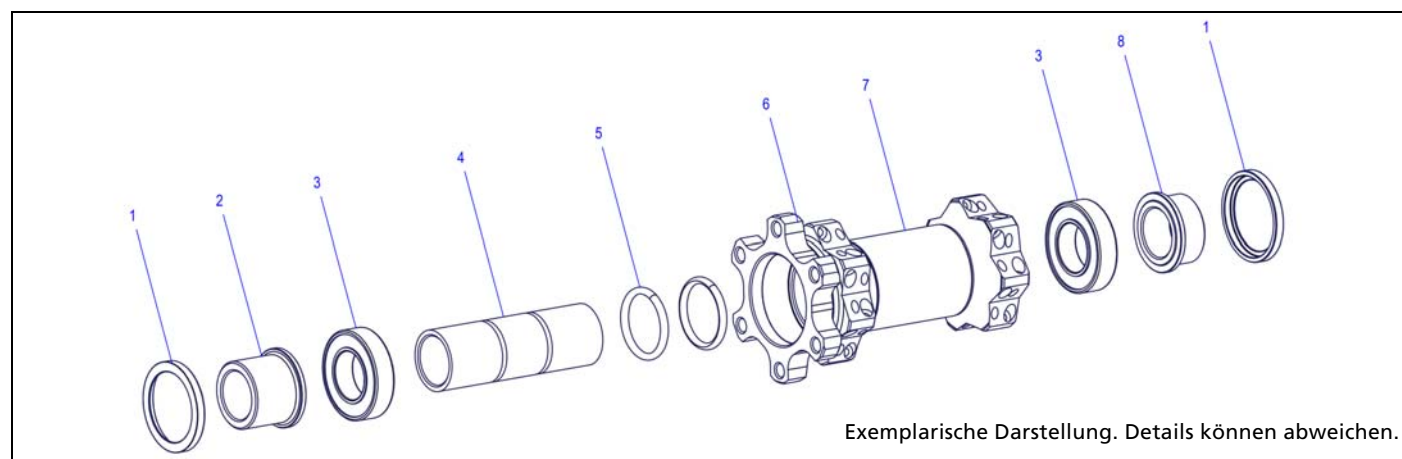

Abbildung 4.5: Vorderradnabe 350 Thru Axle
1. Montagestift in einen der Endanschläge (Abb.4.5/2 bzw. 8) einstecken.
3. Endanschlag (Abb.4.5/2 bzw. 8) und Abdeckung (Abb.4.5/1) abnehmen.
1. Achse (Abb.4.5/4) leicht beiseite drücken und Kugellager (Abb.4.5/3) gegenüber der Disc-Seite vorsichtig mit einem passenden Durchschlag ausschlagen.
4. Kugellager (Abb.4.5/3) auf der Disc-Seite ausschlagen.
1. Innenfläche des Nabengehäuses (Abb.4.5/6) und insbesondere die Lagersitze mit Universalfett fetten.
2. Neues Kugellager (Abb.4.5/3) mit der farbigen Seite nach aussen auf der Disc-Seite auf den Lagersitz legen.
8. Achse (Abb.4.5/4) mit O-Ringen (Abb.4.5/5) in die Nabe schieben.
**9.** Neues Kugellager (Abb.4.5/3) mit der farbigen Seite nach aussen auf den Lagersitz legen.
**13.** Kugellager (Abb.4.5/3) mit einem Kunststoffhammer einschlagen.
**14.** Beide Kugellager (Abb.4.5/3) fetten.
1. Linken Endanschlag (Abb.4.5/2) und Abdeckung (Abb.4.5/1) auf die Nabe aufstecken.
2. Montagehülse mit dem kleinen Durchmesser auf den linken Endanschlag (Abb.4.5/2) aufstecken.
4. Abdeckung (Abb.4.5/1) auf das Nabengehäuse aufschlagen.
1. Rechten Endanschlag (Abb.4.5/8) und Abdeckung (Abb.4.5/1) auf die Nabe aufstecken.
2. Montagehülse mit dem grossen Durchmesser auf den rechten Endanschlag (Abb.4.5/8) aufstecken.
4. Abdeckung (Abb.4.5/1) auf das Nabengehäuse (Abb.4.5/6) aufschlagen.